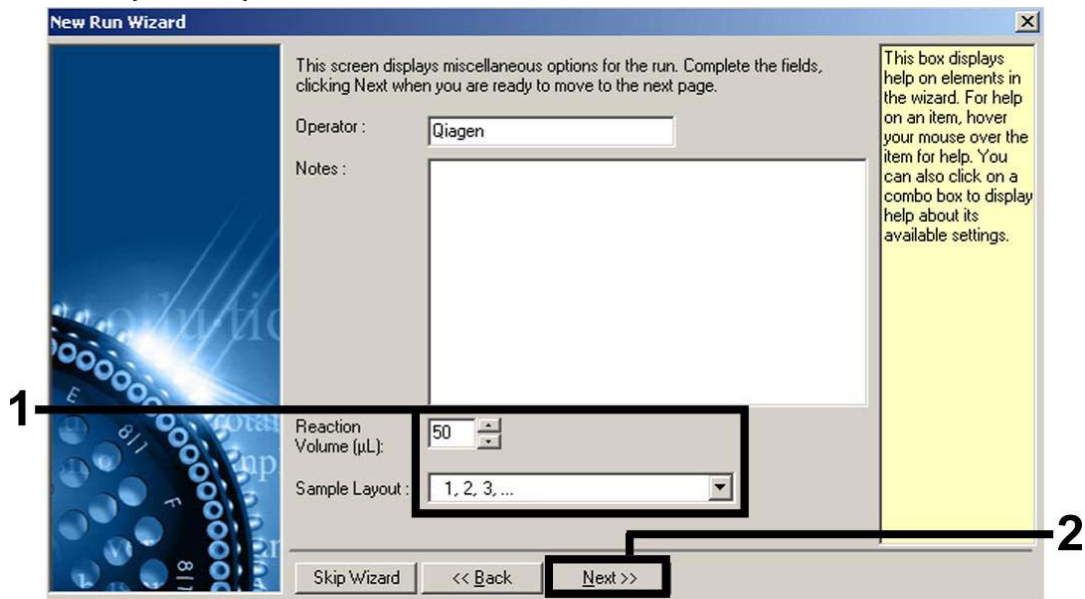

Abbildung 2. Einstellen allgemeiner Assay-Parameter.
7. Wählen Sie als Volumen der PCR-Reaktion „50“ und klicken Sie auf „Next“ (Abb. 2).